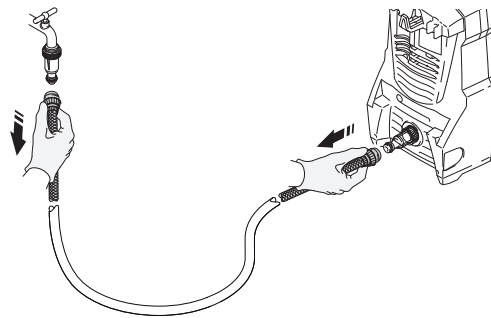

Fig. 23
7. Separe a mangueira de água do fornecimento de água (Fig. 23).